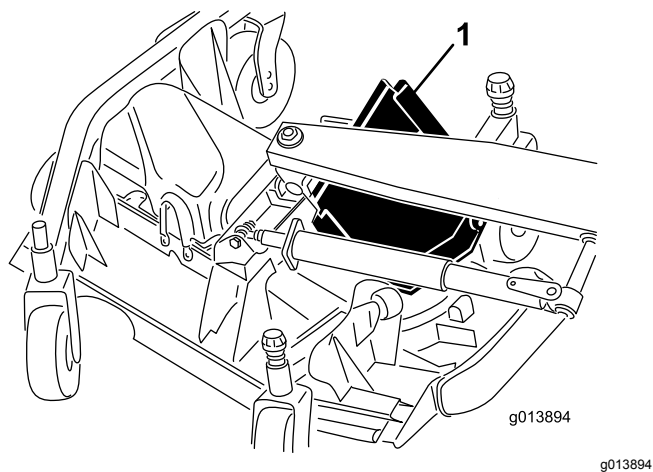

Figure 85
6. Soulevez le bord avant et guidez-le entre le bras de levage et le galet pour le déposer (Figure 85).